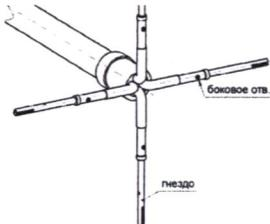

Рисунок 6
- 2.3 Вставить защищенную жилу провода в отверстие хвостовика контакта (штырь или гнездо) до упора (рисунок 6). Визуально контролировать правильность вставления жилы через боковое отверстие хвостовика - она должна быть видна. Все проволочки токопроводящей жилы должны быть вставлены в отверстие хвостовика контакта, не допускается наличие торчащих проволочек токопроводящей жилы провода.